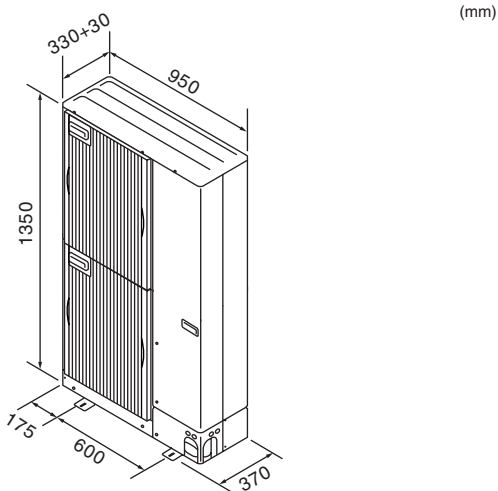

Fig. 2-1
2.3. Yttre dimensioner (Utomhusenhet) (Fig. 2-1)